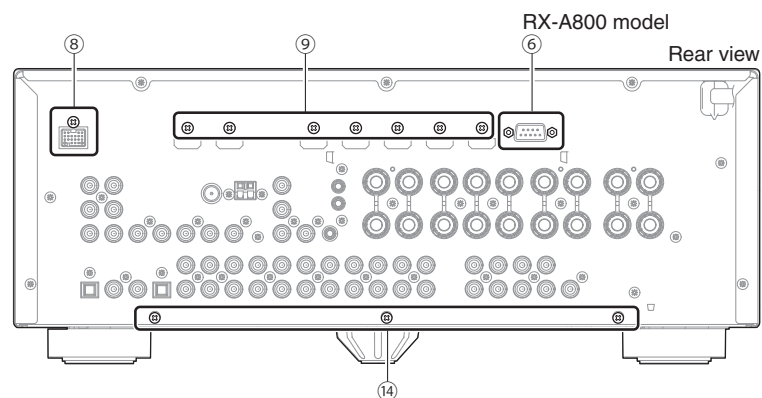

Fig. 3
3. Removal of DIGITAL (3) P.C.B. (RX-A800 model)
- Remove 2 jack screws (⑥). (Fig. 3)
- Remove screw (⑧) and 7 screws (⑨). (Fig. 3)
4. DIGITAL (1) P.C.B. の外し方
- ⑧ のネジ 1 本、⑨ のネジ 7 本を外します。 (Fig. 3)
- Remove 3 screws (⑭). (Fig. 3)
- ⑭ のネジ 3 本を外します。(Fig. 3)
- ⑭ のネジ 3 本を外します。 (Fig. 3)